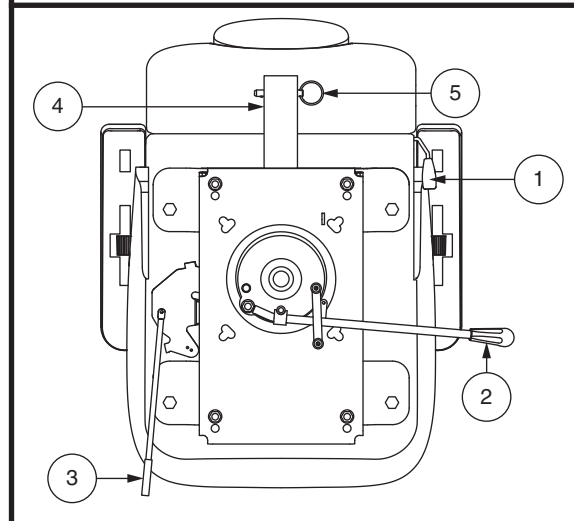

Figura 19. Ajustes en el asiento
Para ajustar el asiento reclinable de su vehículo, siga los siguientes pasos. **Ver la figura 19.**
1. Dependiendo del tipo de asiento, tire hacia arriba o tire hacia arriba de la palanca de bloqueo para desbloquear el asiento. **Ver la figura 19.**
1. Mueva la palanca de deslizamiento hacia fuera. **Ver la figura 19.**
El ángulo del reposabrazos de su vehículo puede ajustarse arriba o abajo girando el reposabrazo. **Ver la figura 19.** Gire el ajuste del reposabrazos hacia la izquierda para bajar el ángulo del reposabrazos o hacia la derecha para subir el ángulo del reposabrazos.
El soporte de montaje trasero le permite colocar un accesorio personal, como una cesta, un soporte para andador, o un tanque de oxígeno en la parte trasera del vehículo. Utilice el pasador de retención para montar de forma segura sus accesorios en el soporte. **Ver la figura 19.** Consulte con su comerciante autorizado para más detalles.